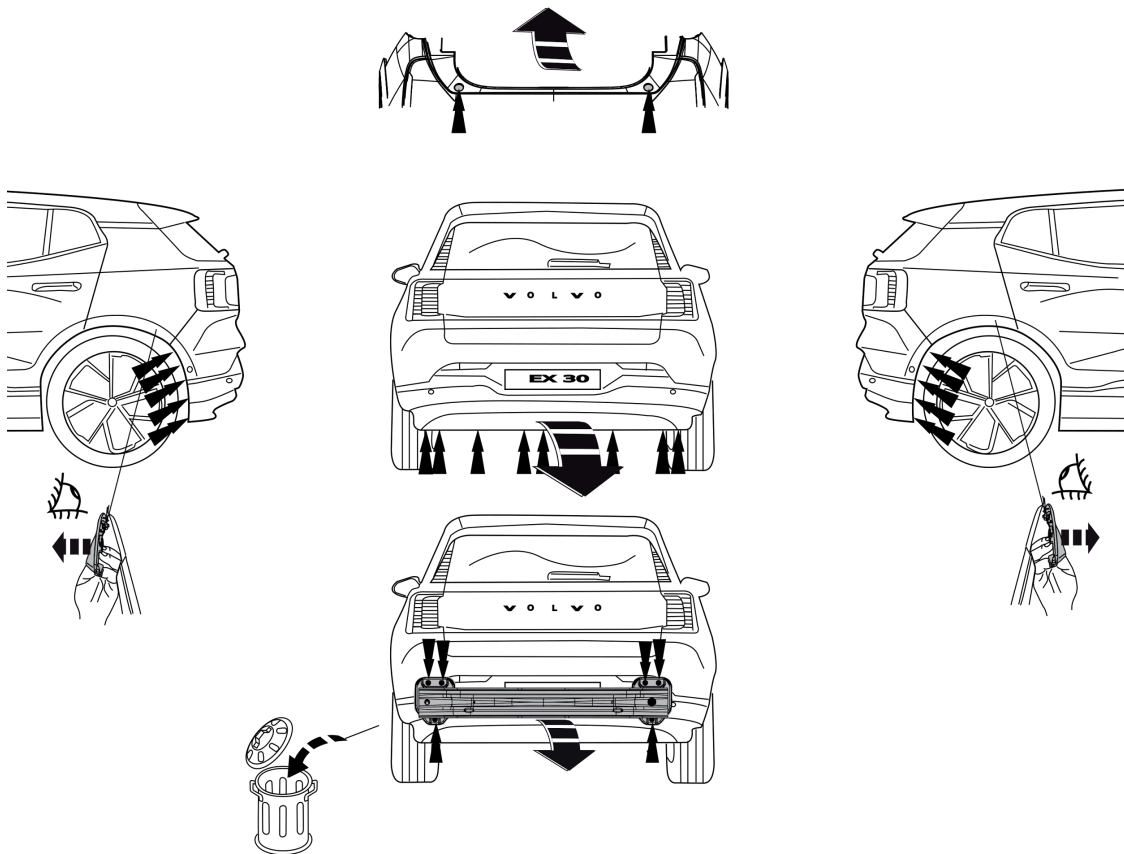

Fig. 1
1. Внимание! При необходимости: Снять оба блока задних фар.пСм. рисунок 1 & 2.
2. Снять бампер вместе, включая кронштейн бампера и буферным брусом автомобиля. Буферный брус больше не понадобится. См. рисунок 1 & 2.